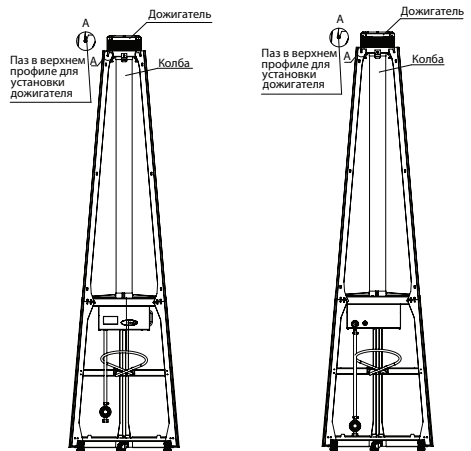

Рис.12 - Установка колбы и дожигателя
- Извлеките из коробки колбу и аккуратно вставьте дожигатель в пазы профилей (рис.12), фиксируя колбу, затяните винты;